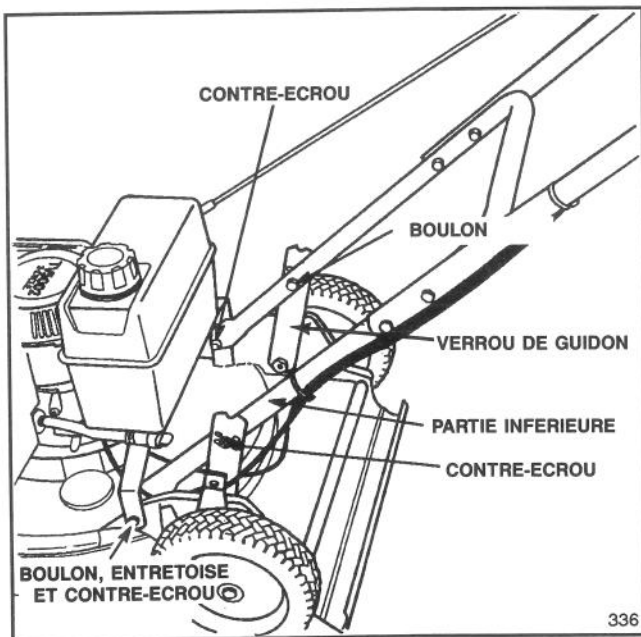

Figure 1
1. SECTION INFÉRIEURE (figure 1)—Fixez la partie inférieure du guidon contre l'intérieur de la plaque au moyen de boulons 51 mm de long, avec rondelles et contre-écrous. La rondelle se place entre le guidon et le carter de la tondeuse.